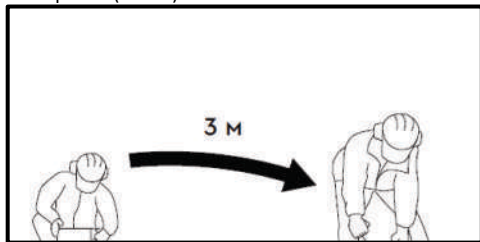

Рис. 3
- Не працюйте з мотокошою, якщо паливо розлилося під час заправки. Перед запуском ретельно протріть поверхні двигуна від випадково розлитого палива та перемістіть мотокошу мінімум на три метри від місця заправки (Рис. 3).